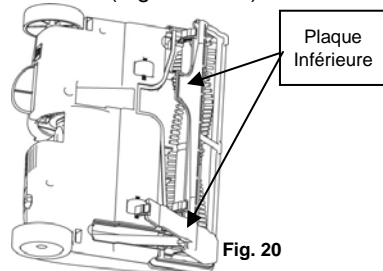

Fig. 20
- Press down on the three holding tabs. This will release the bottom plate. (Fig. 20 and 21)
2. Appuyez sur les trois onglets de maintenance. Ceci dégagera la plaque inférieure. (Fig. 20 et 21)